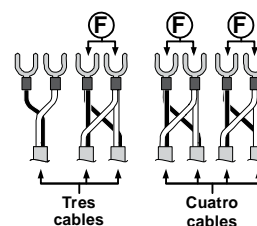

Fig. 9
- Corte los terminales de dos de los cables a conectar (en total 4 terminales). Empalme los cuatro polos por parejas sobre los nuevos terminales (F) suministrados junto con los comandos remotos (Fig.9).
- Corte los terminales de los cuatro cables a conectar (en total 8 terminales). Empalme los cuatro polos por parejas sobre los nuevos terminales (F) suministrados junto con los comandos remotos (Fig.9). Repita este proceso para los cables restantes.